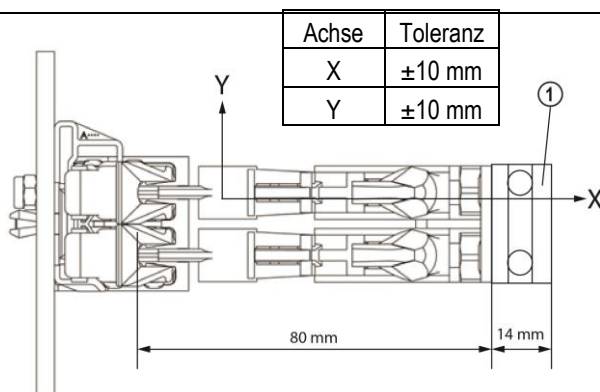

Abb. 45: Stromabnehmer ausrichten (Ansicht von vorne)
- Die Stromabnehmer ausrichten, siehe Abb. 45